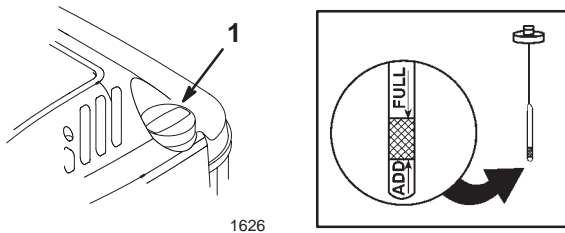

Figure 10
Avant chaque utilisation, vérifiez que le niveau d'huile arrive entre les repères maximum (Full) et minimum (Add) de la jauge (Fig. 10).
2. Nettoyez la surface autour de la jauge (Fig. 10).
6. Lisez le niveau d'huile indiqué par la jauge (Fig. 10).